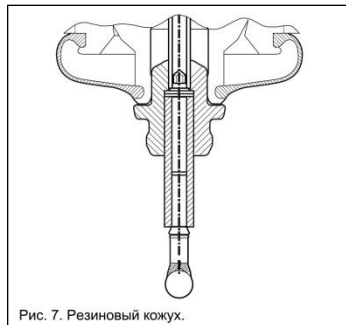

Рис. 7. Резиновый кожух.
- Проверьте резиновый кожух. Кожух защищает механизм 3d шупа от загрязнения. Удостоверьтесь, что кожух установлен правильно (см. Рис. 7.).